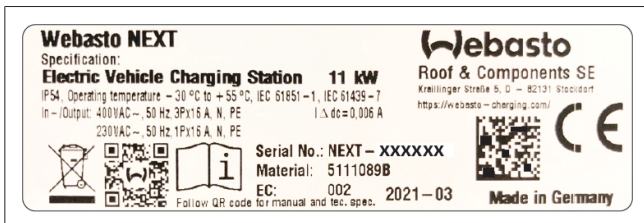

Fig. 1 Exemplu plăcuță de tip Webasto Next (versiune 11kW)
3. Introduceți detaliile încărcătorului dvs. în următorul format. Aceste informații le puteți lua, de exemplu, de pe eticheta de tip a încărcătorului (consultați Fig. 1):